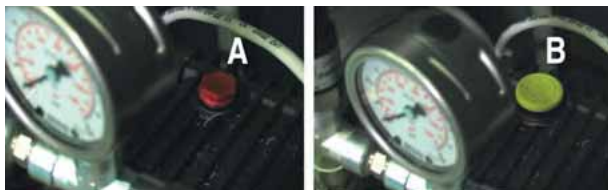

Fig. 2.a
1. sostituire il tappo olio superiore della pompa: sostituire il tappo cieco dell'olio SUPERIORE (Fig. 1.a, A), usato solo per il trasporto, con quello CON FORO DI SFIATO (Fig. 2.a, B) da usare nel funzionamento normale; conservare il tappo cieco per eventuali futuri trasporti.